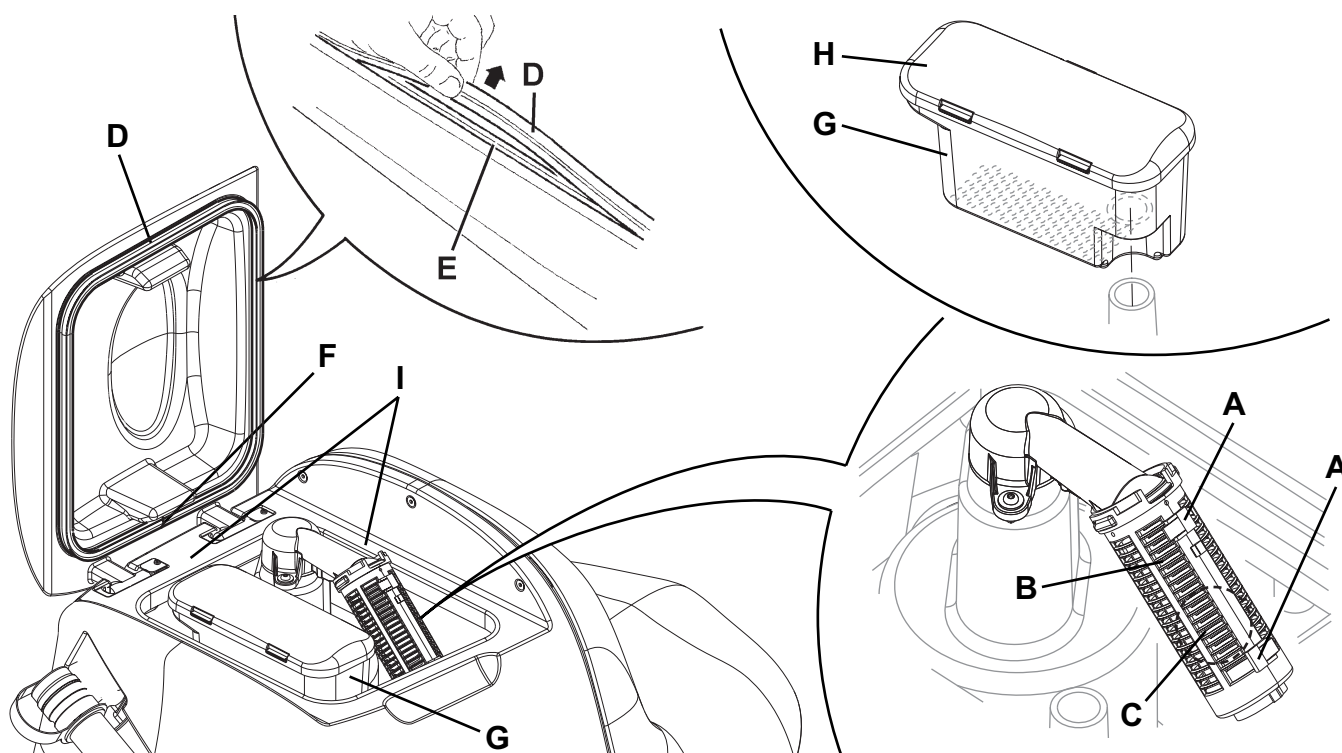

Рис. 7
2. Поверните ключ зажигания (58) в положение «0».
3. Откройте крышку (20).
4. Очистите и промойте чистой водой крышку (20) и бачок (19). Слейте воду из бачка с помощью шланга (24).
5. Очистите вакуумную сетку (27), разомкните фиксаторы (А, Рис. 7), откройте сетку (В) и извлеките поплавок (С), затем тщательно очистите и установите на место.
6. Очистите контейнер с фильтрующей решеткой (26), извлеките контейнер (G), снимите крышку (H), затем тщательно очистите и установите на место вакуумный шланг.
7. Проверьте целостность прокладки крышки (D).